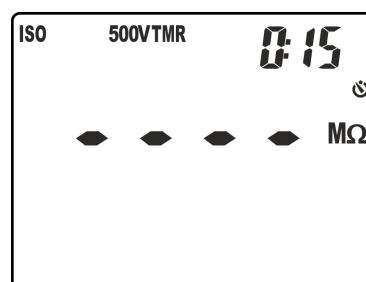

Fig. 20: Configuración tiempo de medida en modo TMR
5. Pulse las teclas **▼/☼** o **▲/ZERO** para configurar el tiempo de medida (Timer) eligiendo entre las opciones: **15s, 30s, 1min, 5min, 10min**. Note el valor en la parte superior derecha del visualizador (ver la Fig. 20)
5. Pulse las teclas  $\nabla/\text{Set}$  o  $\blacktriangle/\text{ZERO}$  para configurar el tiempo de medida (Timer) eligiendo entre las opciones: **1min** (para medida **DAR**) o **10min** (para medida **PI**). Note el valor en la parte superior derecha del visualizador (ver la Fig. 20)